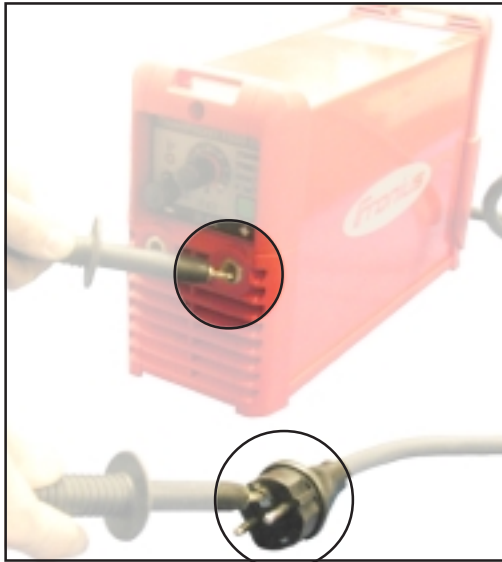

Abb.25 Isolationstest - Sekundärstromkreis / Masse
- Eine Prüfspitze an einer Schweißbuchse (z.B. (+)-Buchse) ansetzen (Abb.25)
- Die zweite Prüfspitze am Schutzkontakt des Netzsteckers ansetzen (Abb.25)